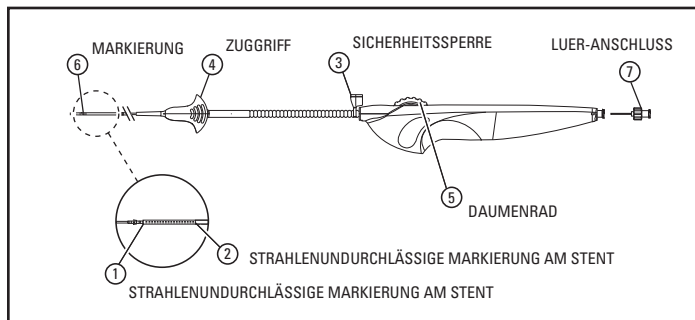

Abbildung 1.
- Wenn die Sicherheitsverriegelung ③ (siehe Abbildung 1) nicht an der Vorrichtung angebracht ist, sicherstellen, dass sich der Stent vollständig im Applikationssystem befindet und die Sicherheitsverriegelung wie in Abbildung 1 gezeigt anbringen.
- Eine mit Kochsalzlösung gefüllte 10 ml (cc) Spritze am Luer-Anschluss ⑦ (siehe Abbildung 1) des Griffs anbringen. Positiven Druck anlegen. Weiter spülen, bis die Kochsalzlösung an den distalen Enden von Führungsdrahtlumen und Schleusenspitzenanschluss erscheint. Hinweis: Wenn bei Lieferung kein Luer-Anschluss vorhanden ist, muss die Vorrichtung möglicherweise mit mehr als 10 cc gespült werden.
- Den Luer-Spülanschluss entfernen ⑦.
Freisetzungsverfahren (siehe Abbildung 1)